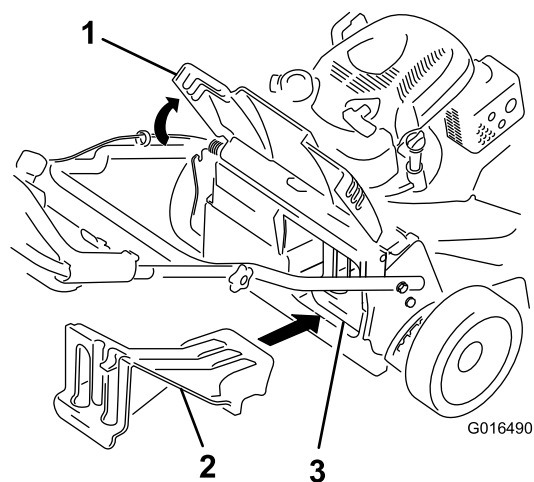

Рисунок 26
- Если не установлена заглушка заднего выброса, возьмите ее за рукоятку, поднимите задний отражатель и вставьте ее в желоб заднего выброса, пока защелка не зафиксирована на месте, см. Рисунок 26.
Внимание: Убедитесь, что задняя выпускная пробка установлена на своем месте, и произведите утилизацию травы и срезанных листьев (Рисунок 26).